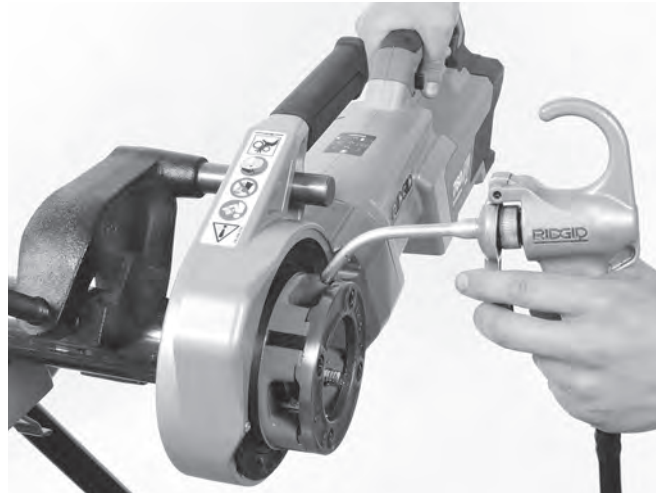

Figura 14 – Roscado de un tubo
- Deje de presionar la placa de empuje o la tapa del cabezal y use una aceitera para aplicar una cantidad abundante de aceite de corte RIDGID a la zona roscada. Esto reduce el par de torsión del roscado, mejora la calidad de las roscas y prolonga la vida útil de las terrajas (vea la Figura 14).